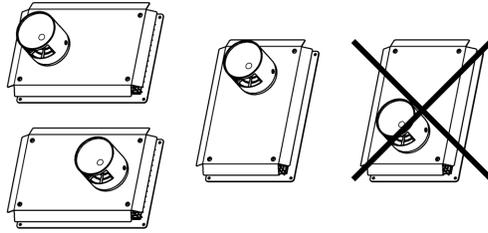

Figure 25 Dispositions recommandées pour l'installation de la SMAI
- » La SMAI devrait seulement être installée avec les conduits de ventilation et d'admission côte à côte à l'horizontale ou à la verticale en plaçant le conduit de ventilation au sommet, conformément à la Figure 25. Le conduit de ventilation ne peut être installé sous la prise d'air. Le capuchon du conduit de ventilation doit être installé avec les ouvertures dirigées vers le haut et vers le bas, conformément à la Figure 25, et non côte à côte.